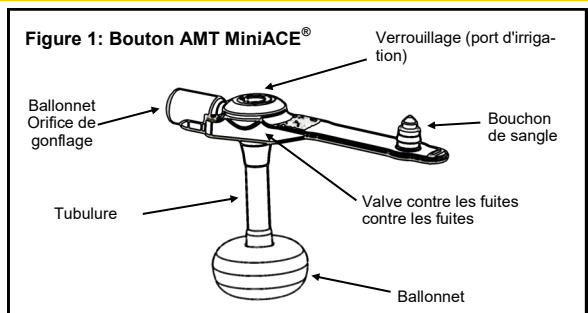

Figure 2: 12" Kit d'irrigation à angle droit de 12 pouces
- (1) Kit d'irrigation à angle droit de 12 pouce (Fig. 2)